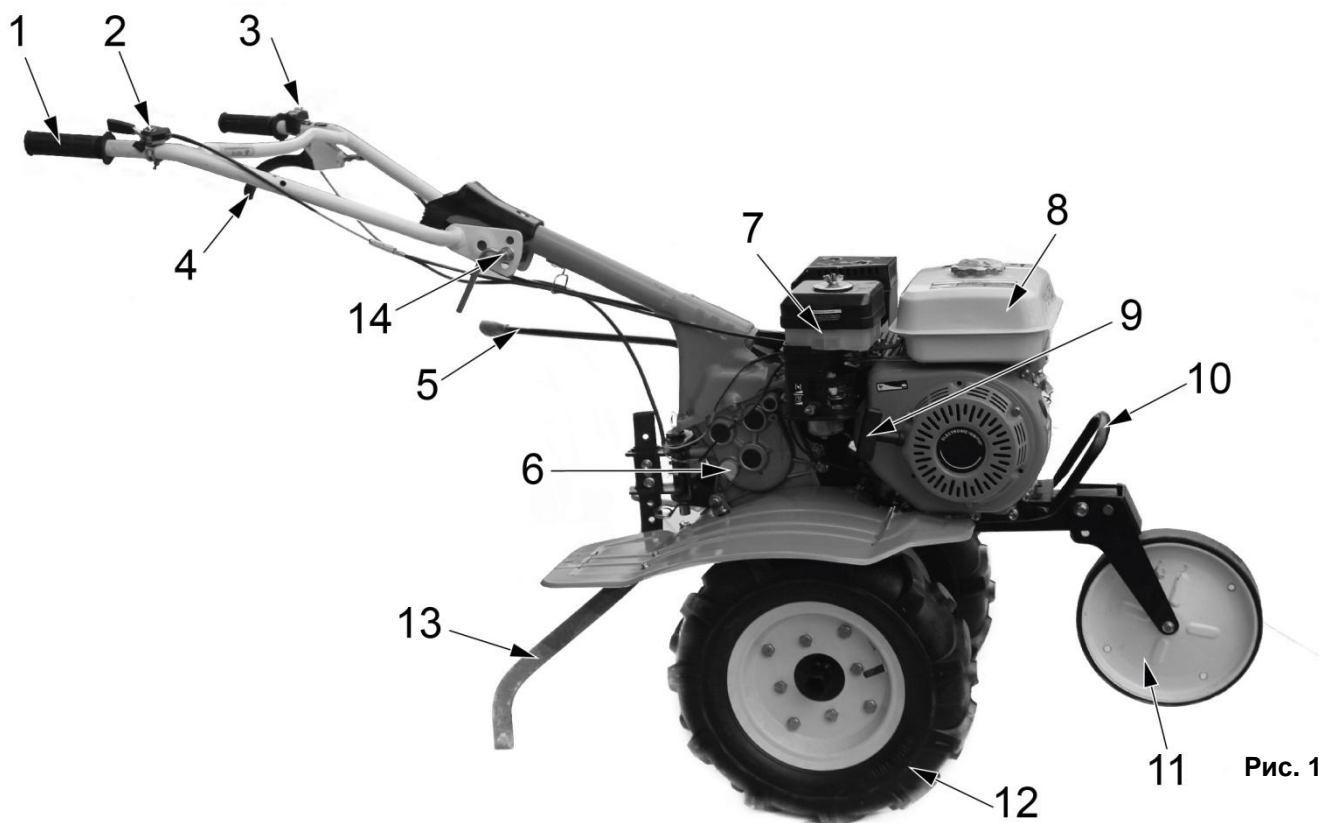

Рис. 1
• Установите руль управления на вал рулевой колонки. Зафиксируйте удобный угол наклона руля, затянув рукоятку (14) (См. Рис.1).
- Для изменения высоты руля отпустите рычаг фиксации положения руля (14)(См. Рис. 1) и установите руль на нужный уровень высоты. Для фиксации положения – крепко затяните рычаг.
- Заполнение топливного бака (8)(См. Рис.1) бензином осуществляется перед запуском двигателя.